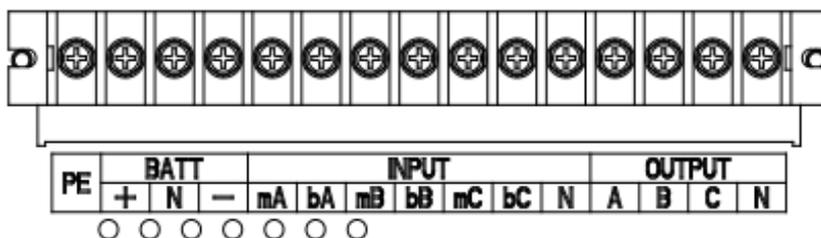

Рис. 2-11 Клеммная колодка на ИБП ЛЕГИОН-3Ф-10К-Ш/15-20-30-40К-С
2. Снимите защитную крышку силовых клемм. Расположение клемм ввода, вывода, батарей и защитного проводника показано на Рис.2-11 – 2-13.